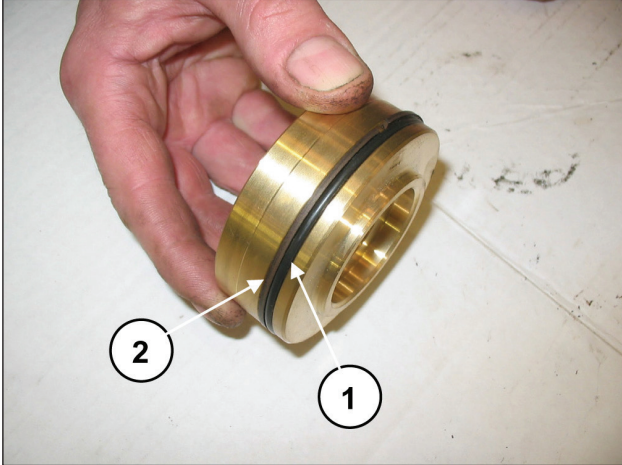

Fig. 114
Monter le joint torique, rep. vue éclatée n° 17 (rep. ①, Fig. 114) et la bague anti-extrusion, rep. vue éclatée n° 21 (rep. ②, Fig. 114) sur le capuchon de soupape de refoulement.